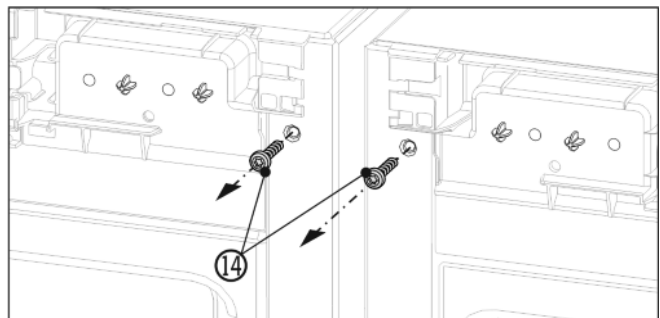

Fig. 6
- ▶ Przed zamontowaniem górnego kątownika wykręcić obie śruby uziemiające Fig. 6 (14).